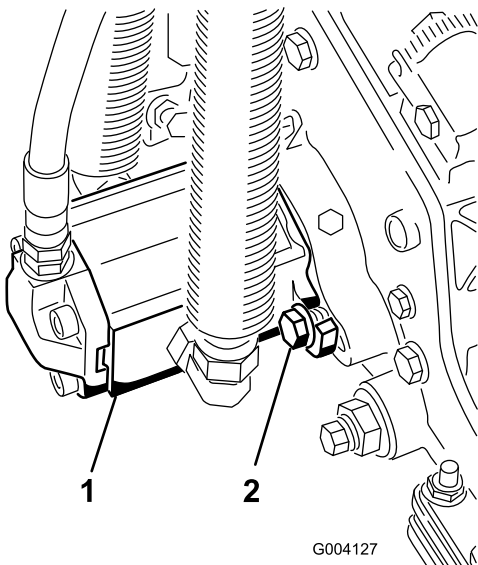

Рисунок 14
- Установите двигатель, повернув его по часовой стрелке, чтобы фланцы двигателя не закрывали болты (Рисунок 14).